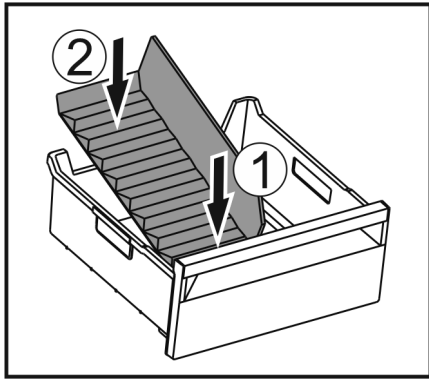

Fig. 166
- ▶ 装入冰格分隔器前部。 Fig. 166 (1)
- ▶ 将冰格分隔器后部放低至抽屉底板。 Fig. 166 (2)